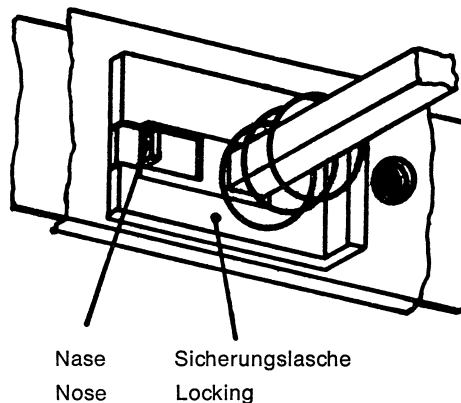

Fig. 1
- 4.3 Mit einer Spitzpinzette die Sicherungslasche am Drucktastenschieber der Taste „K 2“ nach vorn aushaken (Fig. 1).
- 4.4 Durch leichten seitlichen Zug (ca. 1 mm) an der Nase des Sicherungsschiebers (Fig. 1) erfolgt die Entriegelung der 5 Tasten. (Tasten festhalten!)
- 4.3 With a pair of tweezers release the locking at the rod of the pushbutton „K 2“, see fig. 1
- 4.4 By pulling slightly sideways (approx. 0.04") at the nose of the securing slide (see fig. 1) the disengagement of the 5 pushbuttons takes place (retain pushbuttons!).